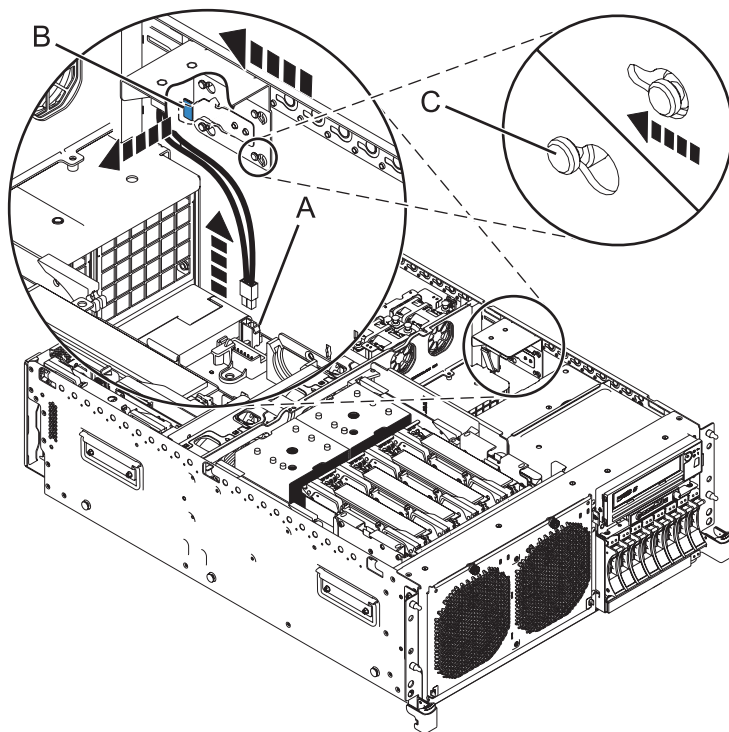
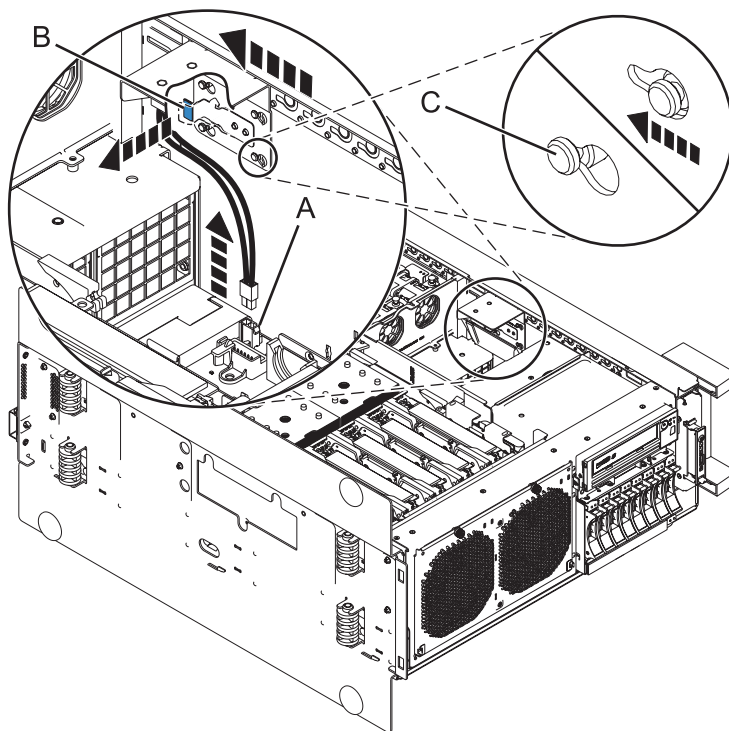

Figura 1. Extracción del conmutador de interbloqueo de alimentación de un sistema montado en bastidor
Figura 2. Extracción del conmutador de interbloqueo de alimentación de un sistema autónomo
- Desconecte el cable de señal de su ubicación correspondiente en la placa del sistema (A), como se muestra en la Figura 1 en la página 3 y en la Figura 2 en la página 3.
- El conmutador de interbloqueo de alimentación está conectado a la pared derecha interior del chasis. Tire de la pestaña de bloqueo azul (B) situado debajo del conmutador y deslice suavemente el mecanismo de retroceso para que se suelte del tornillo que lo sujeta (C).